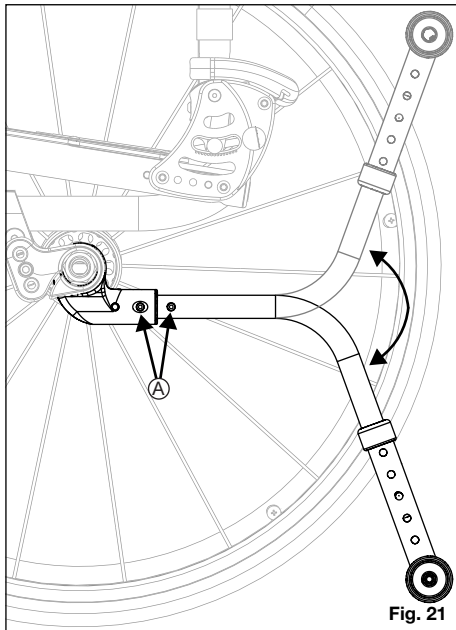

Fig. 21
Sådan drejes tipsinkring rørene op (Fig. 21)
1. Tryk på den bagerste tipsinkring frigivelsesstift på røret (fig. 21:A).